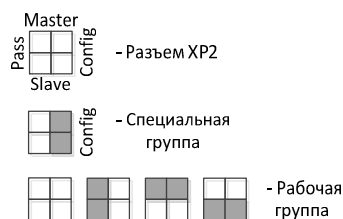

Рисунок 1. Выбор группы режимов работы «С2000-Ethernet».
Для обновления версии прибора «С2000-Ethernet» по RS-232 необходимо его подключить к COM-порту компьютера и перевести прибор в режим конфигурирования (положение джампера – «Config»). Положение джампера на разъеме XP2 (рисунок 1) определяет группу режимов работы прибора: рабочую и специальную. Закрашенные квадраты соответствуют установленному состоянию джампера.
- 2) Перевести прибор в режим конфигурирования (положение джампера – «Config», см. рисунок 1);
- 3) Установить джампер на плате C2000-Ethernet в положение «Config» (см. рисунок 1);
6) Установить джампер на плате C2000-Ethernet в положение «Pass» (см. рисунок 1);